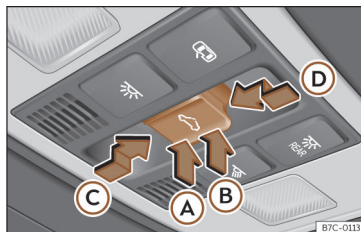

Fig. 61 No revestimento interior do teto: botão do teto de vidro.
O botão <>>> Fig. 61 tem dois níveis. No primeiro nível pode colocar-se o teto na posição defletora, abrir ou fechar total ou parcialmente.
• Antes que decorram aproximadamente 5 segundos desde a ativação da função antientalamento, pressione o botão >>> Fig. 61 até ao segundo nível no sentido da seta até que o teto se feche completamente.